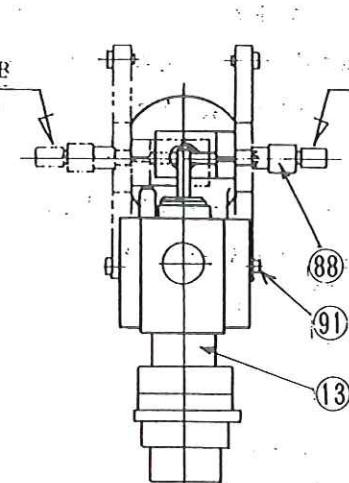

図 22
まず適当なカッターをコレットに挿入する。そしてマイクロメータを図22のAの位置にセットしてストップ⑪をスイベルアームの右側面に当てる。そしてカッターの右側面を測定し、次にマイクロメータを180°回転させてBの位置でカッターの左側面を測定する。このときカッターも180°回転させてカッターのマイクロメータとの接触する面は同一面にする。
まず正確に直径の判っているテストバー(4φ又は6φが適當)をスピンドルに取り付けてクラシップネジ④でスピンドルを固定する。次にマイクロメータを図22のAの位置にセットしてテストバーの右側面を測定し、次にマイクロメータを180°旋回させてBの位置でテストバーの左側面を測定する。そして